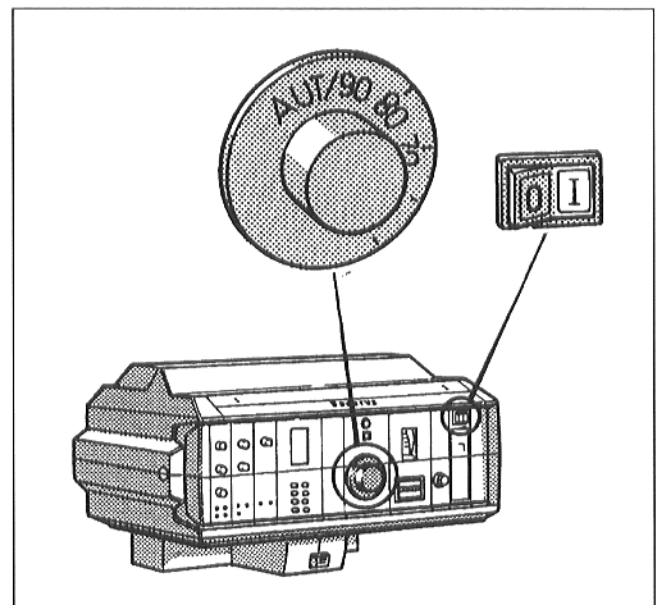

Fig. 2: Puesta en servicio del quemador de gas
- Poner el interruptor para el funcionamiento (fig. 2) en la posición I (ON).
- Ajustar el regulador de temperatura del agua de la caldera (fig. 2) a la temperatura deseada. En la "regulación Ecomatic", poner en posición "AUT".
- Poner el interruptor para el funcionamiento (fig. 2) en posición 0 (OFF).